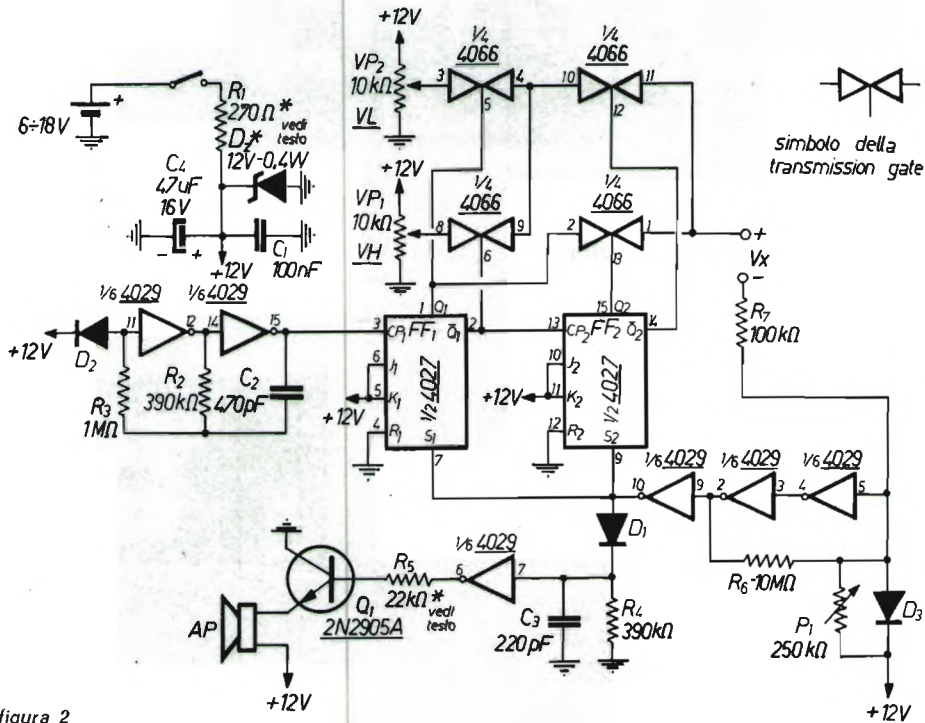

figura 2
- figura 2: P₁, indicato come semifisso, deve essere un potenziometro (se montato a pannello)
- figura 2: terminale M deve intendersi H